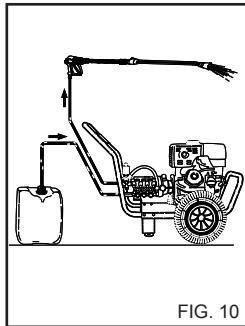

FIG. 10
4) Après l'emploi avec du détergent, rincer le circuit d'aspiration; enfiler le tuyau d'aspiration (fig. 10) du détergent dans un bidon d'eau propre et faire fonctionner la pompe pendant 1 minute avec le robinet de dosage complètement ouvert et la lance en phase de sortie du détergent.